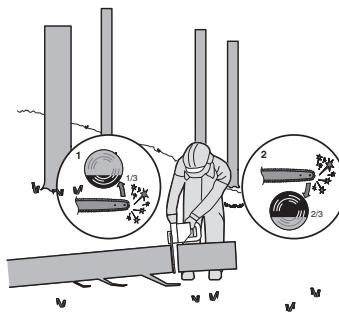

Bild 4
När stocken stöttas i ena änden, så som visas på bild 4, såga in 1/3 diameter från undersidan (kapning från undersidan) (1). Avsluta med att kapa från ovansidan för att möta det första snittet (2).